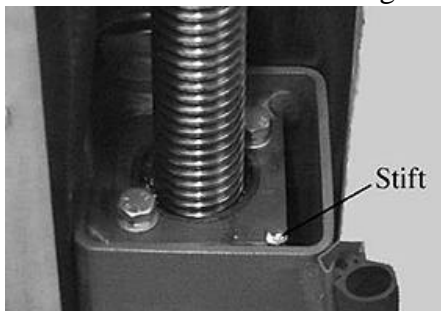
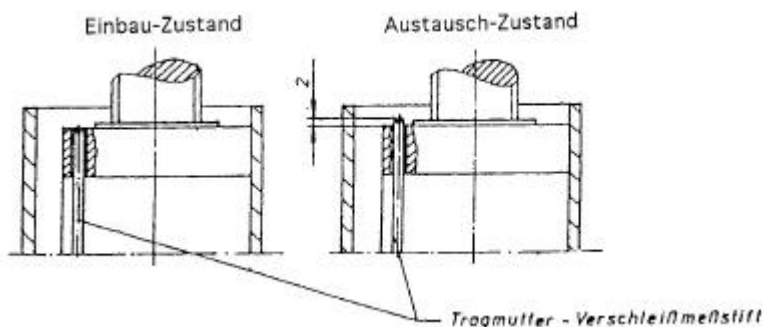

Fig.10: Perno de tuerca portante
Fig. 11: Tuerca portante con indicación de desgaste
- Verificación visual del estado de desgaste: Para verificar el estado de desgaste de la tuerca portante quitar las tapas de los tornillos sin fin (fig. 3, Pos.b). Hay un perno incorporado en la plancha portante superior del carrito que mide el desgaste de la tuerca portante (ver fig. 10). Este perno debe estar al mismo nivel del borde superior de la plancha (ver fig. Bild 11, estado nuevo). Si el perno supera el borde superior por 2 mm (ver fig. 11, estado de cambio) hay que cambiar tanto la tuerca portante como la tuerca de seguridad.